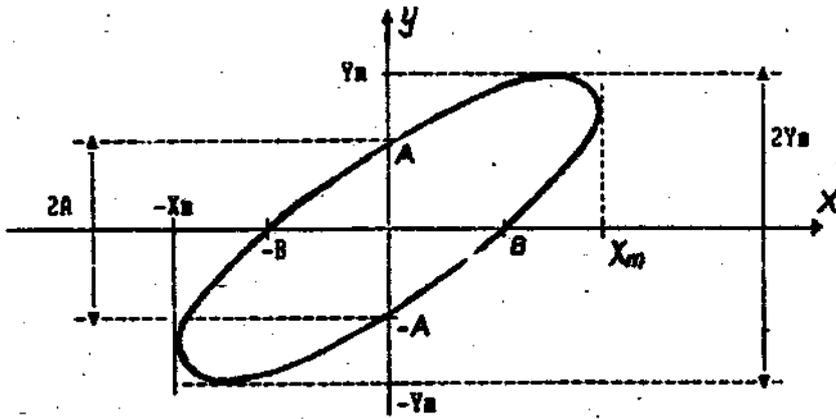

Рис.2. Измерение разности фаз двух синусоидальных сигналов методом эллипса
найдем точки пересечения эллипса с осью ординат (рис.2). Это и соответствует значению  $X(t) = 0$ . Подставив его в (10), получаем
Таким образом, для определения разности фаз необходимо измерить по осциллограмме (в делениях шкалы экрана осциллографа) величины  $A$  и  $Y_m$ , по их отношению, используя (12), определить  $\sin(\varphi)$  и далее по таблице  $\arcsin(\varphi)$  или с помощью калькулятора найти угол. Для удобства считывания с экрана осциллографа целесообразно определять удвоенные величины  $A$  и  $Y_m$  (см. рис.2), т.к. при этом меньше сказывается погрешность центровки эллипса на экране.